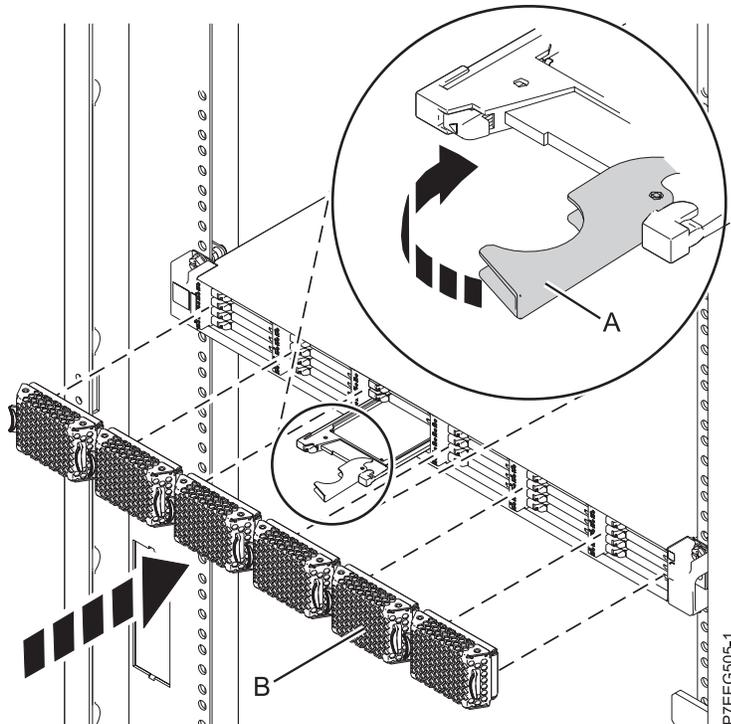

Figure 32. Remplacement d'une unité SSD dans le Boîtier de stockage PCIe 58/88.
4. Lorsque le voyant d'identification de l'unité SSD clignote, faites glisser complètement l'unité SSD dans le Boîtier de stockage PCIe 58/88 jusqu'à ce qu'il soit complètement encastré. Puis tournez la poignée (A) pour la mettre en position verrouillée. Pour plus d'informations, voir figure 32, à la page 55.
5. Installez le panneau (B).